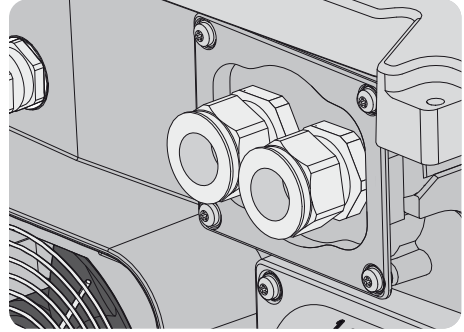

Imagen 2.20. Racor atornillado para cables de CC
2. Guíe los cables por la base del inversor a través de los racores atornillado para cables. Consulte la imagen 2.20